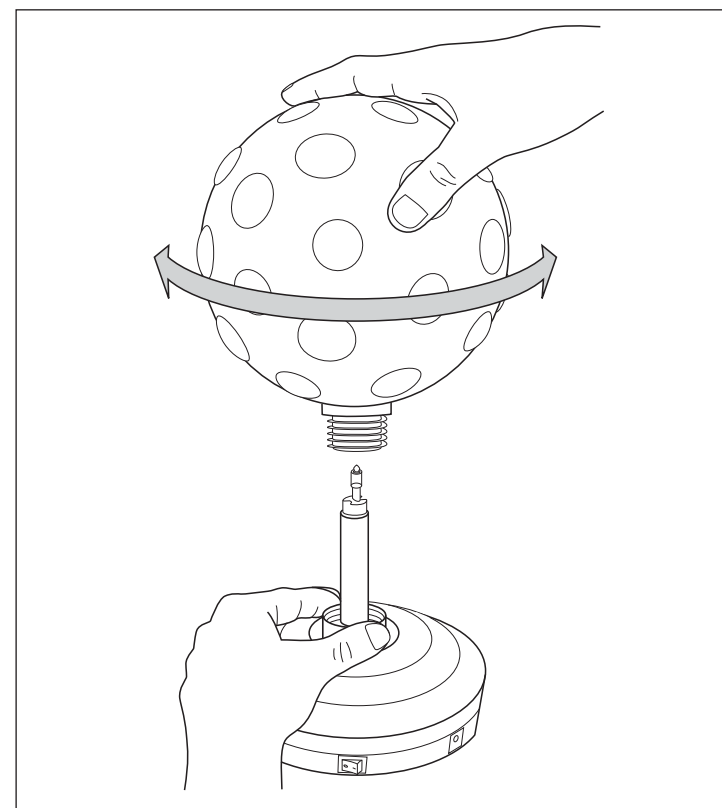
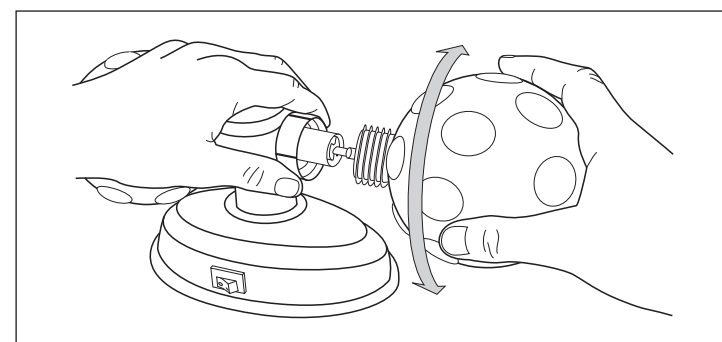

Abb. 1: Leuchtmittelwechsel Discokugel einfach
Abb. 2: Leuchtmittelwechsel Zwillingkugel
- Halten Sie die Befestigungsmutter des Kugelkopfes fest und drehen Sie die Kugel gegen den Uhrzeigersinn vom Sockel ab (s. Abb. 1 und Abb. 2).